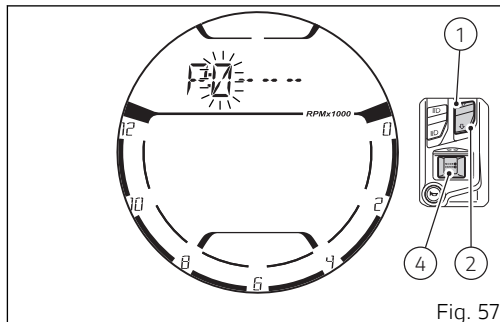

Fig. 57
Presionando el pulsador (1) o el pulsador (2) se accede en la modalidad de introducción del PIN CODE haciendo parpadear la cifra "0" a la izquierda (1ª cifra que se debe ingresar) (Fig. 57).